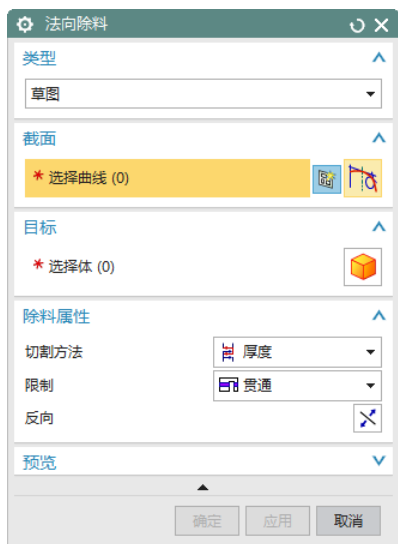
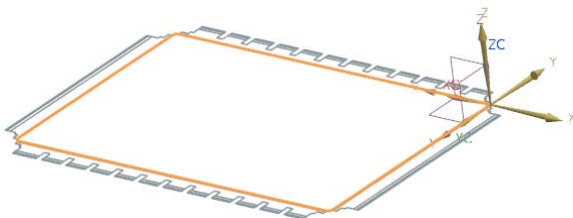

图 2-38 “法向除料”对话框
图 2-64 选择草图工作平面
(1) 选择“菜单(M)”→“插入(S)”→“切割(T)”→“法向除料(N)”，或者单击“主页”选项卡“特征”面组上“法向除料”按钮 , 打开如图 2-38 所示“法向除料”对话框。
(1) 选择“菜单(M)”→“插入(S)”→“切割(T)”→“法向除料(N)”，或者单击“主页”选项卡“特征”面组上的“法向除料”按钮, 打开如图 2-38 所示“法向除料”对话框。
(2) 在“法向除料”对话框中,单击“绘制截面”按钮,打开“创建草图”对话框。
(3) 在视图区选择草图工作平面, 如图 2-64 所示。